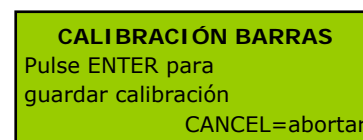

Figura 19.
- Cuando se finaliza el giro en vacío (el bulón ya contacta con la barra), suelte el pedal y pulse [ENTER] para almacenar el valor del ángulo girado en vacío. En esta fase se visualiza en pantalla la información que se muestra en la Figura 19.